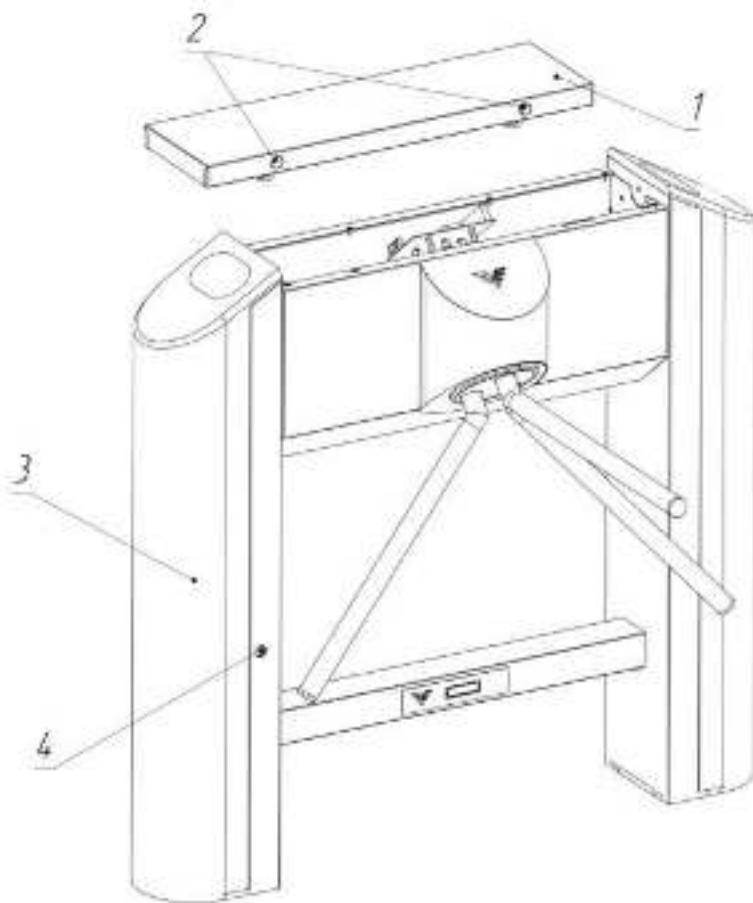
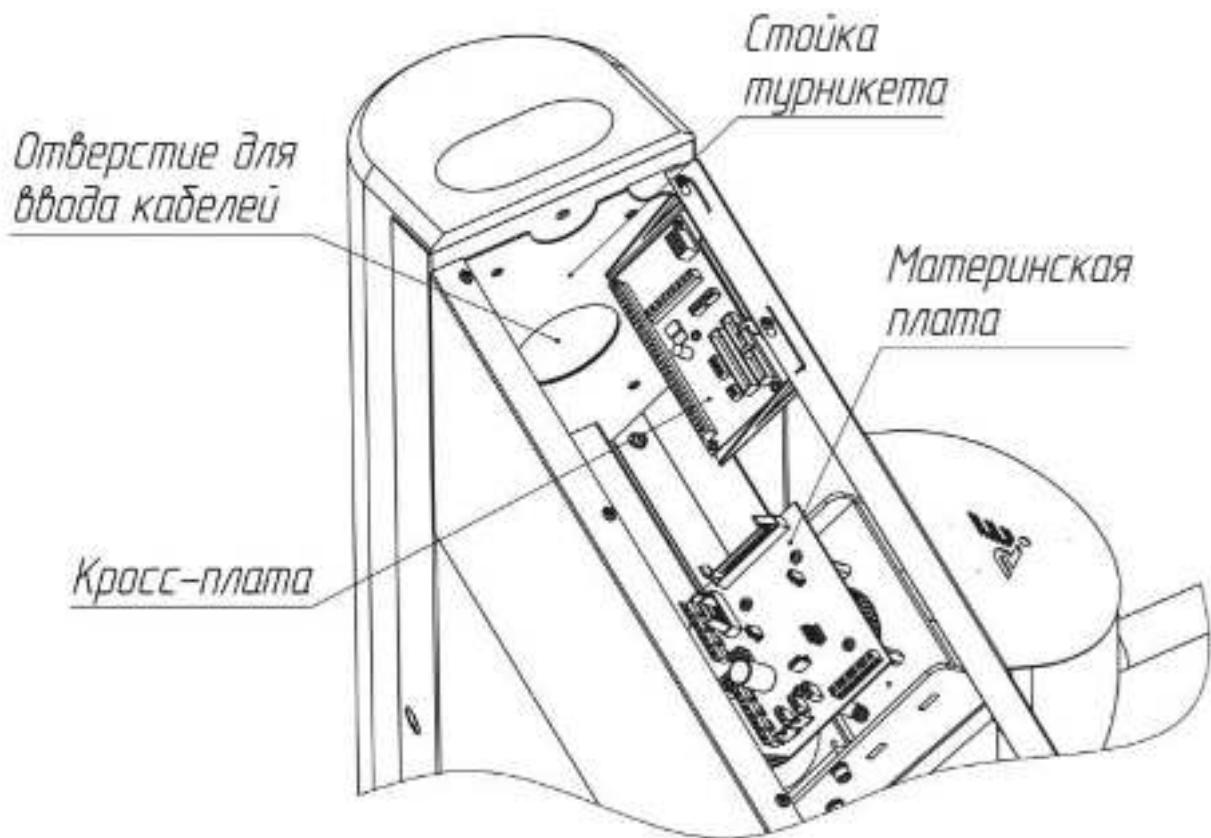
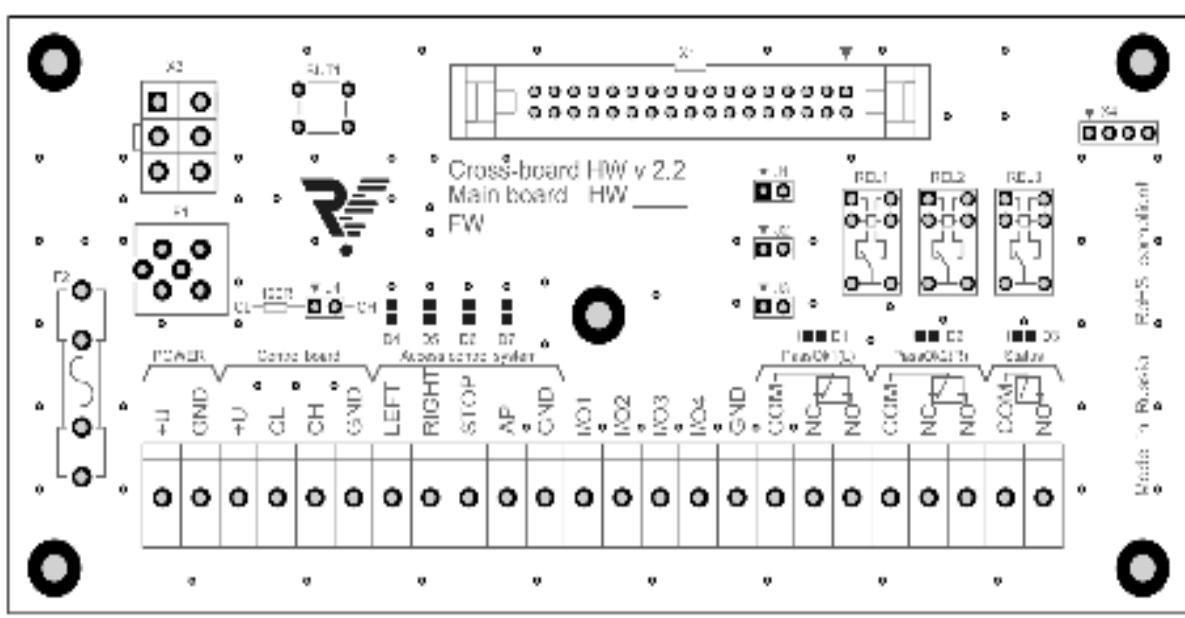

Рис. 8 Подготовка к установке турникета
Рис. 9 Расположение кросс-платы на стойке турникета
Рис. 10 Внешний вид кросс-платы
4.2.7. Установите турникет на подготовленную площадку (рис. 5). Используя ключи, откройте замки (2, рис. 8) и снимите верхнюю крышку (1, рис. 8). Также, открыв замок стойки (4, рис. 8,), откройте дверцу стойки (3, рис. 8).
Подключение БП, ПУ и СКУД осуществляется с помощью кросс-платы. Для этого необходимо снять крышку турникета(1,рис. 8), используя ключи. На рис. 9. показано расположение кросс-платы на стойке турникета.
На рис. 10 показан внешний вид кросс-платы и расположение разъемов для подключения БП, ПУ, СКУД и ОПС.
Входы LEFT и RIGHT могут работать как в потенциальном, так и в импульсном режиме (срабатывание по факту замыкания на контакт GND). Импульсный режим установлен по умолчанию. Для перехода на потенциальный режим работы необходимо установить джампер J1 (рис. 10). В данном случае режим прохода влево/вправо включается только на время подачи управляющего сигнала на входы LEFT/RIGHT. Режим свободного прохода можно устанавливать подачей управляющих сигналов на оба входа одновременно. Приоритет входов LEFT и RIGHT при переходе в импульсный режим остается неизменным.
Для использования данной схемы подключения турникета необходимо установить на кросс-плату джампер J2 (рис. 10). При установленном джампере J2 турникет не реагирует на команды пульта, а лишь транслирует их состояние на контакты клеммных колодок I/O1...I/O4 (рис. 8), которые являются выходами с открытым коллектором. Назначение контактов представлено в таблице 6, нумерация кнопок пульта изображена на рис. 11. Для данной группы контактов максимальный выходной ток не более 150 мА, допустимое напряжение не более 24 В.